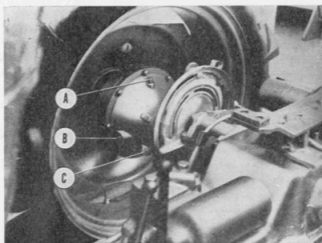

Fig. 27.
- Byt olja i slutväxlarna. (fig. 27).